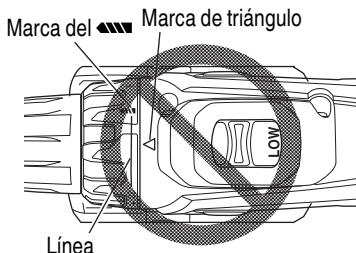

Fig. 12
- Evite usar la unidad con el número del dial del embrague entre "22" y la línea en el medio de la marca del taladro "■■■". Si lo hiciera, se podrían producir daños (Consulte la Fig. 12).